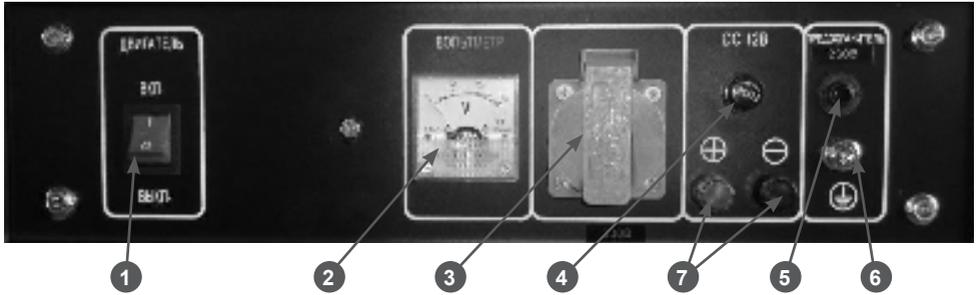

Рис. 3 Панель управления
3. Выключатель 1 зажигания (Рис. 3) установите в положение «ВКЛ».